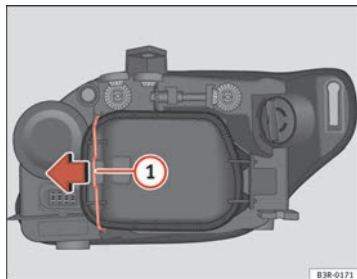

Fig. 220 Ampoule feu de position
⇒ page 293, fig. 220; il facilite le remplacement de l'ampoule de feu de circulation jour. ■
- Déplacez le tirant ⇒ fig. 220 ① dans le sens de la flèche et retirez le couvercle rigide en séparant d'abord le côté du tirant et en ôtant ensuite les deux languettes de l'autre extrémité du couvercle.